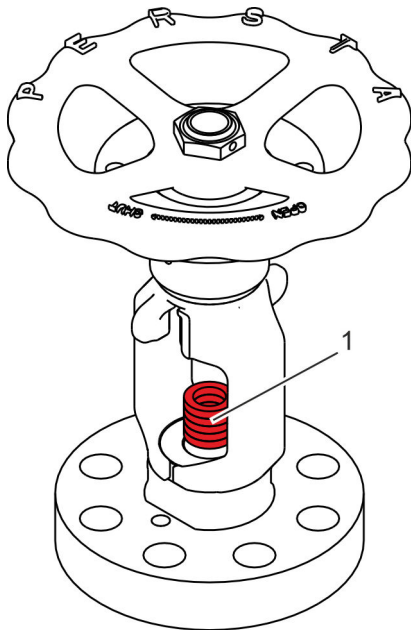

Abb. 26: Stopfbuchselemente entfernen
- 14. ➤ Stopfbuchselemente (Abb. 26/1) mit Packungszieher entfernen.